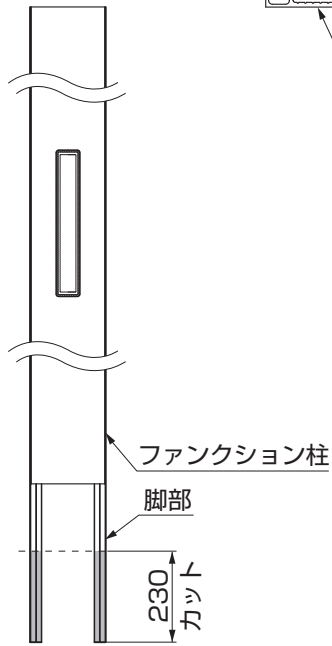

図8-12
- ①ファンクション柱脚部を230mmカットしてください。(図8-12参照)
- ②「8-2 片側施工の場合①～②」を参照して柱、柱 中間用とファンクション柱に、連結材A、連結材Bを取付けてください。